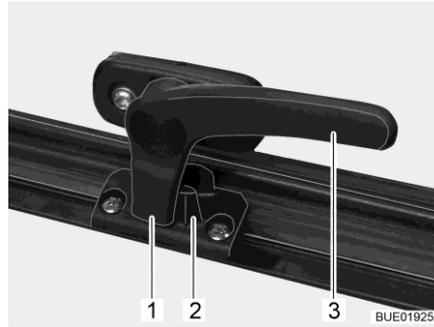

Fig. 19 Levier de verrouillage en position "Fermé"
- Tourner le levier de verrouillage (Fig. 19,3) d'un quart de tour vers le centre de la fenêtre.
- Tourner le levier de verrouillage (Fig. 19,3) d'un quart de tour vers le cadre de la fenêtre. Le tenon de verrouillage (Fig. 19,1) se trouve sur le côté intérieur du verrouillage de fenêtre (Fig. 19,2).
- En position "Fermé" (Fig. 19).